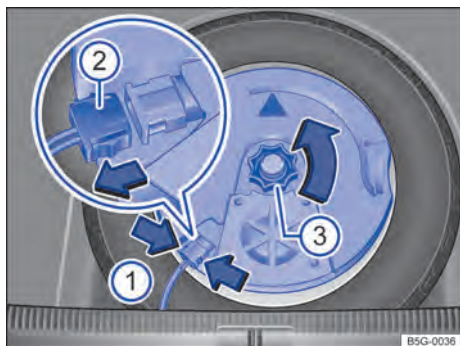

Fig. 248 No compartimento de bagagem: remover o subwoofer (variante 1).
- Para destravar o conector → Fig. 248 (2), comprimir as linguetas → Fig. 248 (setas 1).
- Puxar o conector (2) e colocar de lado o condutor elétrico removido.
- Remover o manípulo (3) no sentido da seta.
- Inserir o conector → Fig. 248 (2) até que ele se trave de maneira audível.
- Girar o manípulo (3) no pino rosqueável no sentido contrário da seta até que o subwoofer fique preso com segurança.